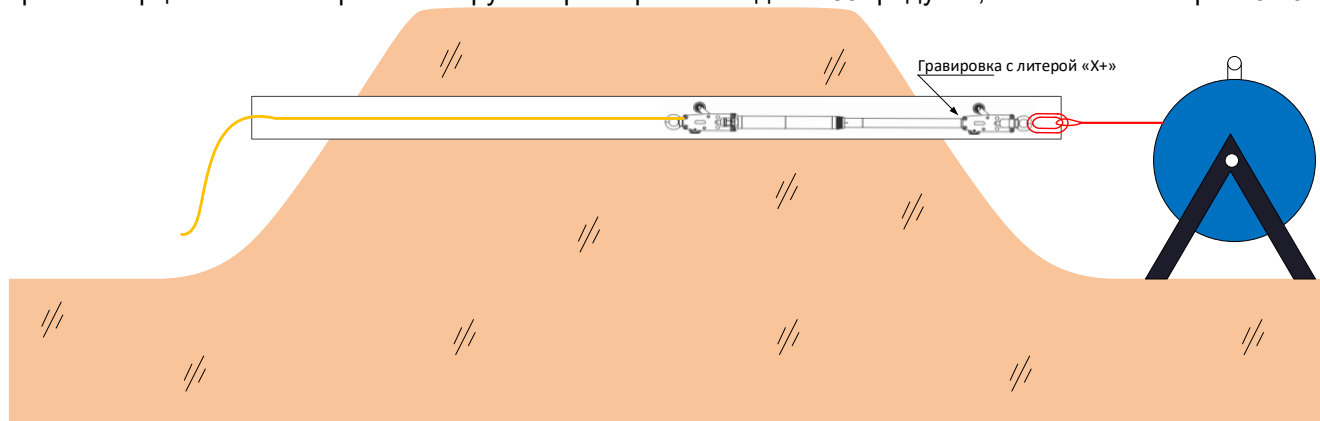

Рисунок 5.10 Установка зонда в обратном направлении
5.3.8 После окончания измерений при проходе в прямом направлении вытащите зонд из скважины с правого торца инклинометрической трубы и разверните зонд на 180 градусов, как показано на рис. 5.10.